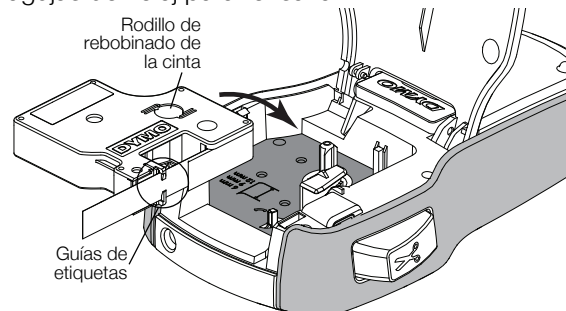

Figura 4
- 2 Asegúrese de que la etiqueta y la cinta estén bien tensas a lo largo de la entrada del cassette y de que la etiqueta pase entre las guías de etiquetas. Ver Figura 4.